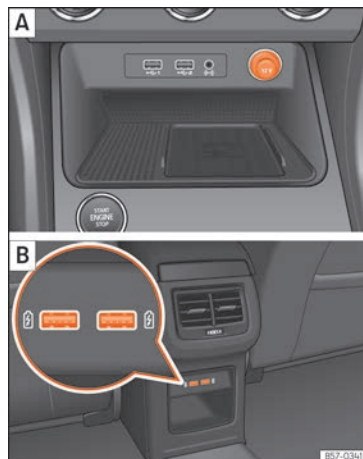

Fig. 168 [A] Console centrale : prise de courant de 12 volts avant. [B] Partie arrière de la console centrale : prises de courant USB.
- Retirez le cache placé sur la console centrale de la prise de courant »» fig. 168 [A].
Ces entrées USB se trouvent à l'arrière de la console, entre les sièges avant » fig. 168 [B]. Ces connecteurs peuvent fonctionner à une puissance maximale de 10,5 W par port.